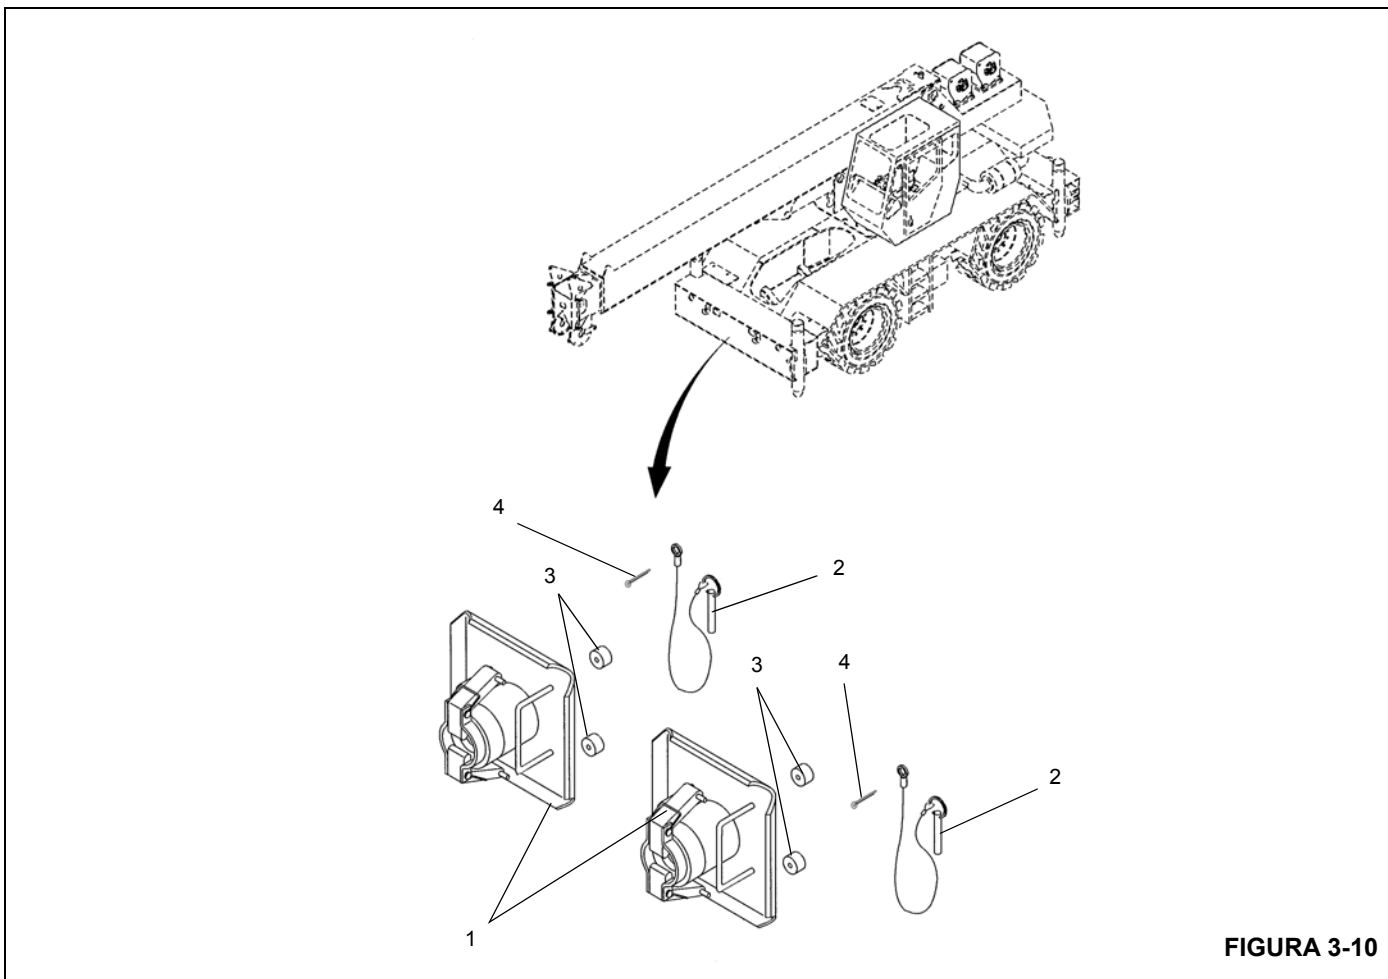

FIGURA 3-10
7. Após todos os estabilizadores terem sido totalmente retraídos, armazene os flutuadores dos estabilizadores (Figura 3-10).